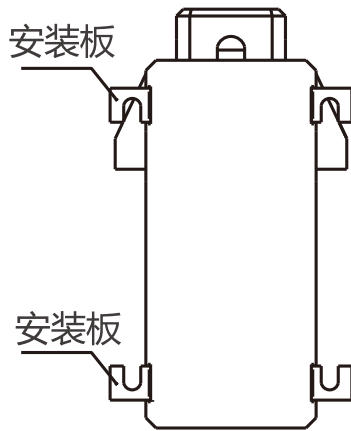

图6 安装板
5.2 安装方法二：见图6。2条安装板分别穿过侧边的通道，用M5螺钉或螺栓将互感器固定于侧板上。